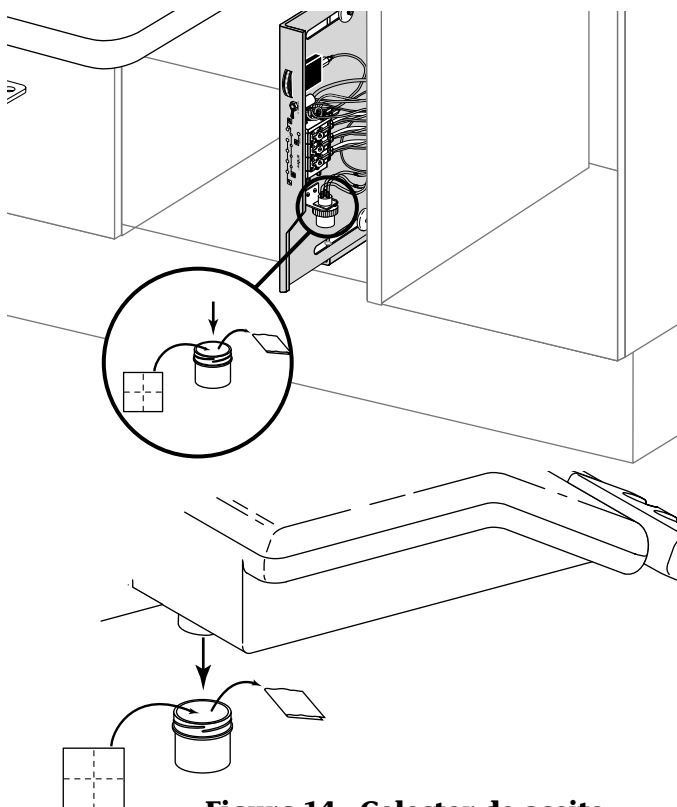

Figura 14. Colector de aceite
1. Extraiga el recipiente del colector de aceite de la unidad y deseche la vieja almohadilla de gasa (véase la figura 14).